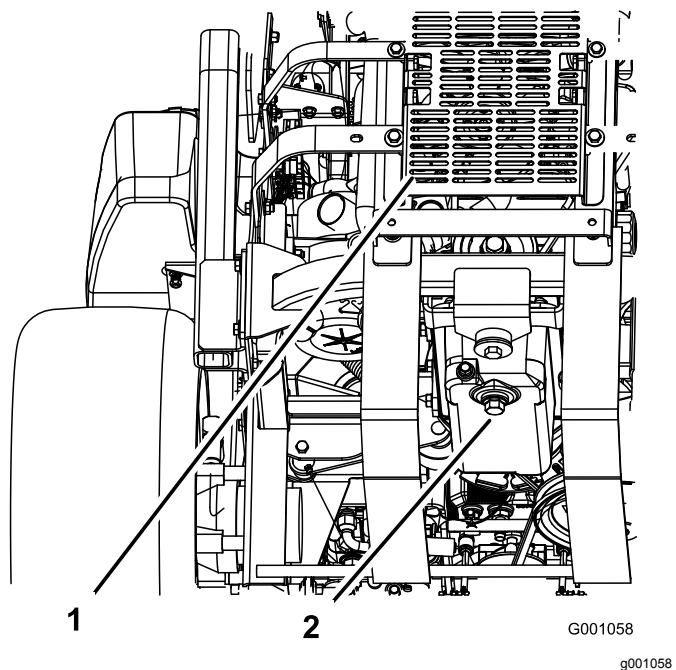

Figura 50
- Coloque un recipiente debajo del orificio de drenaje de aceite. Retire el tapón de vaciado y deje que el aceite se drene completamente (Figura 50).